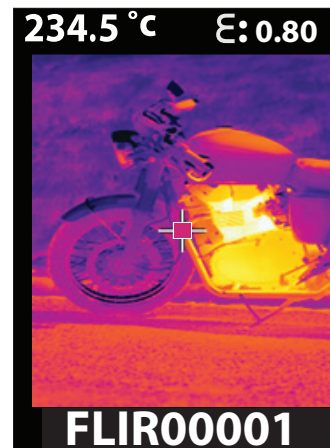

Fig 9-4 Défiler dans les images à l'aide des boutons directionnels
4. Lorsque l'icône Visualisation d'image  est en surbrillance appuyez sur  et utilisez les flèches directionnelles pour défiler parmi les images (les noms des fichiers d'images sont affichés directement sous les images). Voir la Fig. 9-4. Lorsque vous avez terminé, appuyez sur le bouton Retour  pour revenir au Menu des réglages.